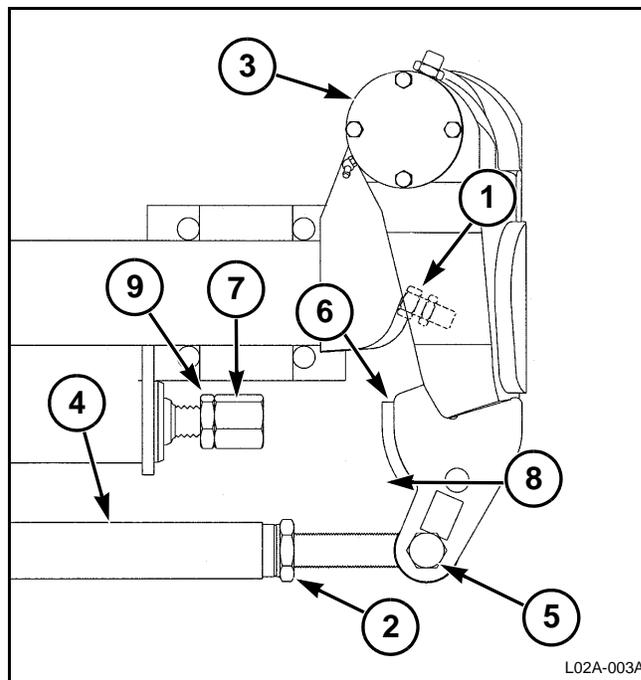

FIG. 46
FIG. 46: Un perno en el interior del brazo de la dirección (1) limita el desplazamiento de las ruedas traseras. Este perno se ajusta en la fábrica y no es necesario hacer ajustes adicionales.